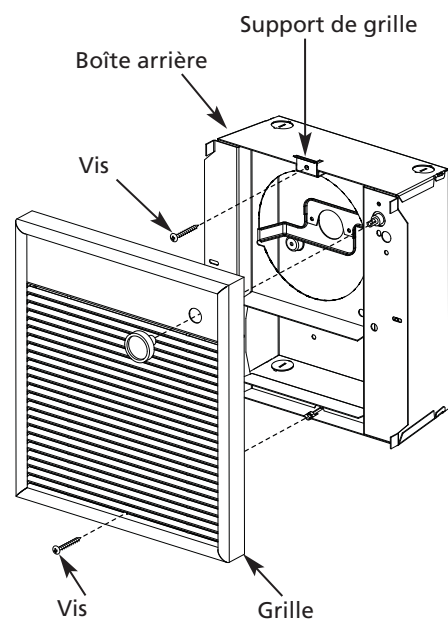

Figure 7
1. Fixer un support de grille avec la vis fournie, dans la partie supérieure de la boîte arrière, comme l'illustre la Figure 7, page 5.